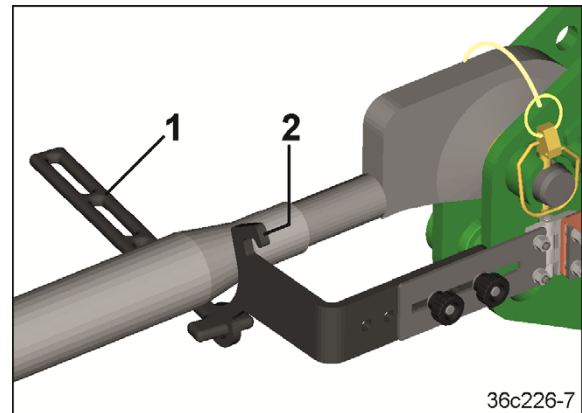

图 110
3. 将夹紧元件（图 110/1）钩挂在上连杆支架（图 110/2）上。